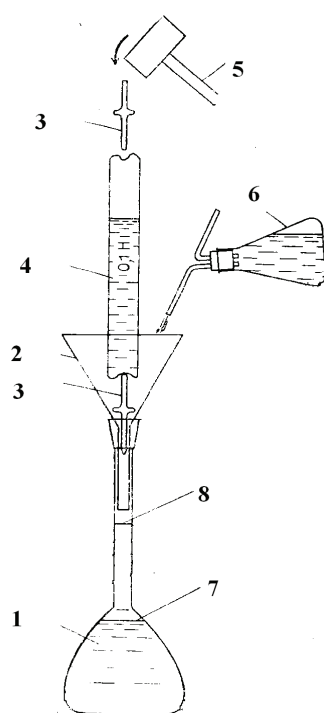

Рис. 13. Приготовление раствора из стандарт-титра или фиксаля.
Для этого, находящийся в коробке с фиксаналом боек (3) (стеклянная палочка с острым концом и утолщением посередине) вставьте в воронку (2) таким образом, чтобы длинный конец бойка вошел в трубку воронки, а короткий (острый) конец его был направлен кверху. Крестовидное утолщение бойка при этом будет упираться в нижнюю часть конуса воронки (рис. 13). Воронку вместе с бойком вставьте в